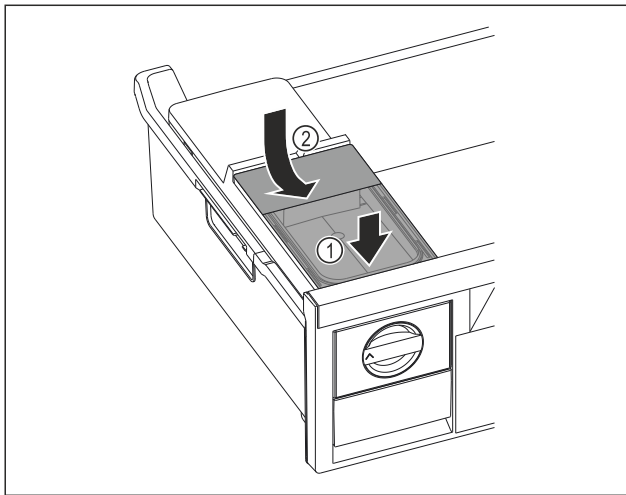

Fig. 99
- ▶ Collegare il serbatoio dell'acqua alla parte anteriore. Fig. 99 (1)
- ▶ Abbassare il serbatoio dell'acqua posteriore. Fig. 99 (2)